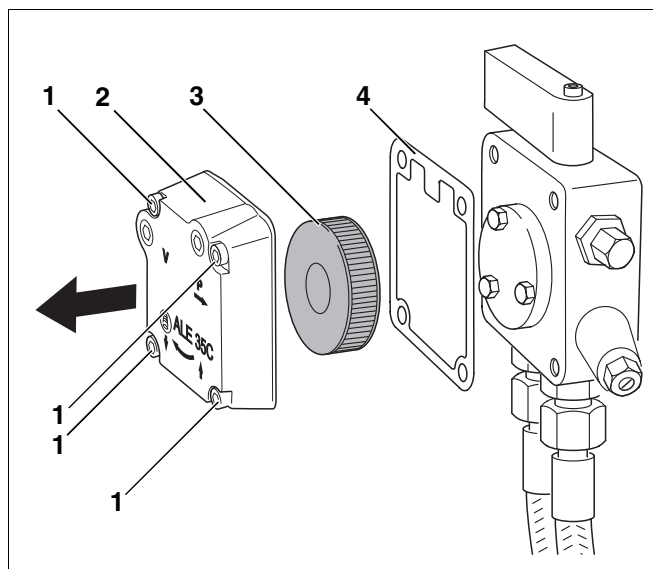

Рис. 22 Проверка фильтра топливного насоса фирмы Suntec
- Открутить четыре болта с внутренним шестигранником (рис. 22, поз. 1).
- Снять крышку корпуса (рис. 22, поз. 2).
- Вынуть топливный фильтр (рис. 22, поз. 3).
- Проверить повреждение уплотнения (рис. 22, поз. 4), если нужно, заменить его.
- Очистить фильтр топливного насоса (рис. 22, поз. 3) промывочным бензином, если требуется, заменить его, и вновь установить на прежнее место.